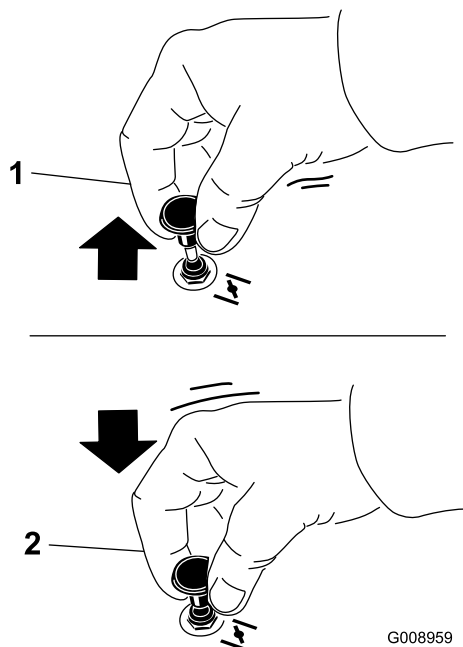

Figure 17
1. Tirez sur la commande du volet de départ pour engager le volet de départ avant d'utiliser le commutateur d'allumage (Figure 17).
2. Appuyez sur la commande pour désengager le volet de départ une fois que le moteur a démarré (Figure 17).